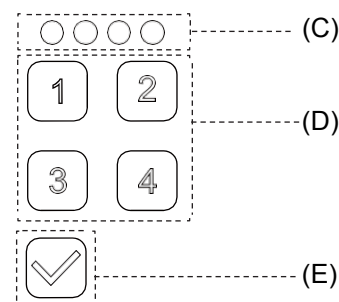

Abbildung 7
- Geben Sie zum Entsperren das Passwort über das Ziffernfeld (D) ein. Bei jeder eingegebenen Ziffer leuchtet die entsprechende Kontrolllampe auf. Drücken Sie zum Abschluss der Passworтеingabe die Eingabetaste (E) (Abbildung 7).